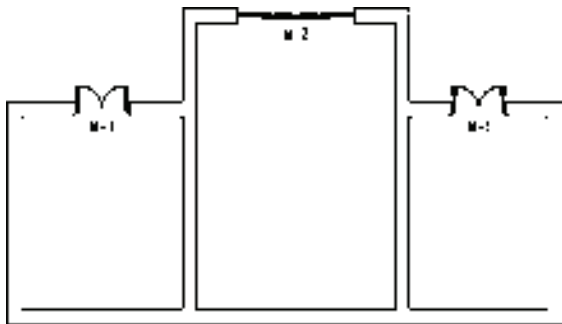

图 9-29 打开素材
1) 按〈Ctrl+O〉组合键，打开配套光盘提供的“第 9 章/9.1.6 逐点标注.dwg”素材文件，结果如图 9-29 所示。